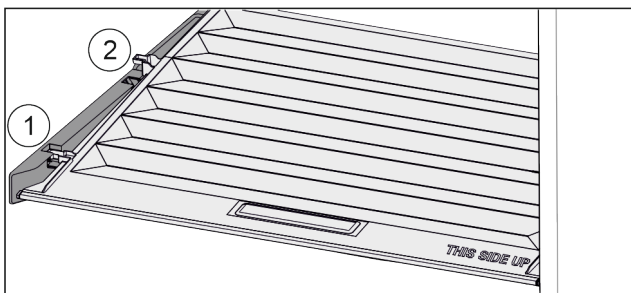

Fig. 34
- ▶ Veko potiahnite dopredu až k otvoru v prídržných dieloch Fig. 34 (1).
- ▶ Vzadu ho nadvihnite zospodu a zložte smerom nahor Fig. 34 (2).